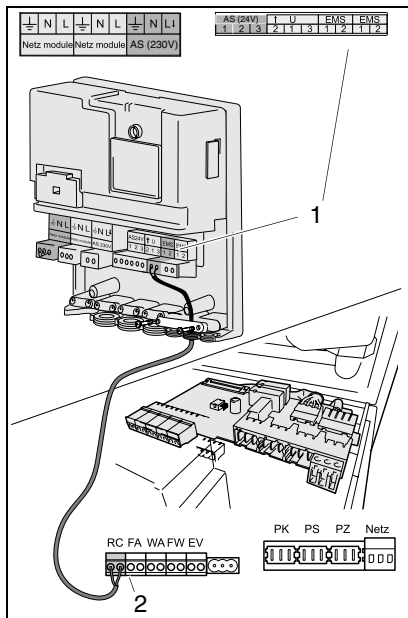

Fig. 1 Branchement du module EM10 à la chaudière (Exemple ci-dessus : Logamax plus GB142 et un montage mural des modules)
- Raccorder le module EM10 à l'aide d'un câble à 2 conducteurs de la borne EMS (fig. 1, pos. 1) à la borne RC du bornier de la chaudière (fig. 1, pos. 2). Respecter la polarité lors du branchement.